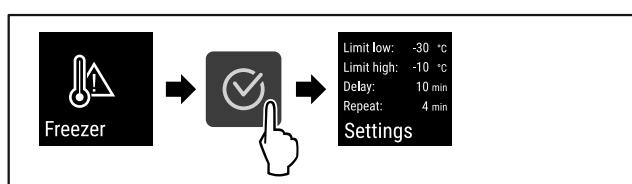

Fig. 103
- Провести етапи операцій (див. Fig. 103).